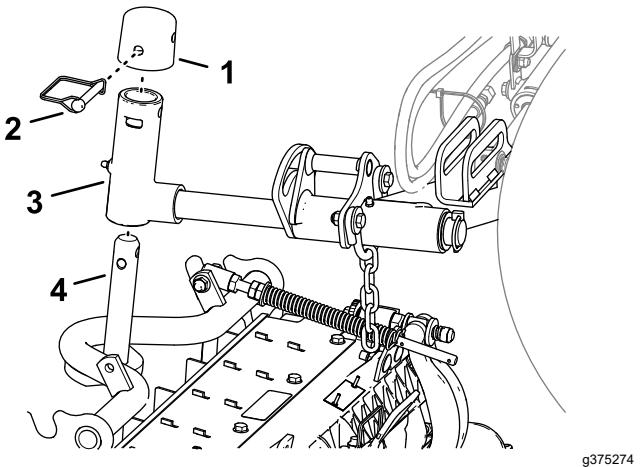

Bild 22
- Schieben Sie ein Mähwerk unter den Hubarm (Bild 22).